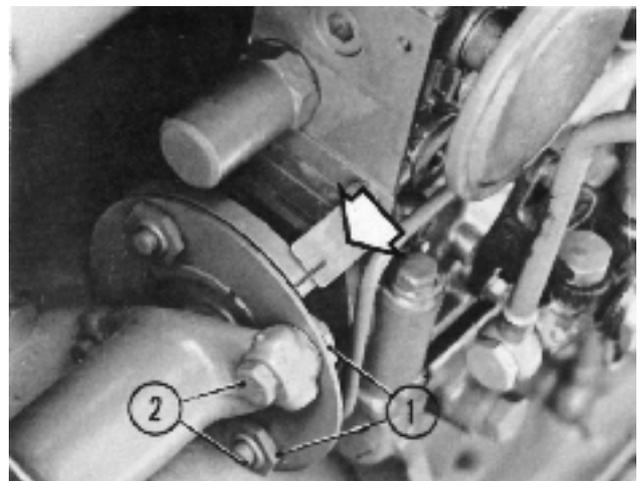

Fig. 69. Accouplement de pompe
3. Tourner la pompe dans le sens normal de rotation jusqu'à ce que le trait de repérage de l'accouplement de pompe coïncide avec le trait de repérage du flasque de pompe suivant la figure 69.
4. Monter la pompe d'injection sur la console. Lors du serrage, serrer les vis 2, figure 69. Les écrous (1) doivent être immobilisés afin d'éviter d'endommager les disques d'acier.